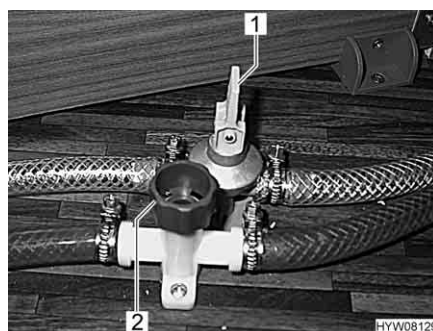

Fig. 75 Rubinetti di scarico
- Chiudere tutti i rubinetti di scarico per il boiler. Posizionare la leva a bilanciere (Fig. 75,1) orizzontalmente o ruotare il tappo (Fig. 75,2) in senso orario.
- Aprire tutti i rubinetti di scarico per il boiler. Posizionare la leva a bilanciere (Fig. 75,1) verticalmente o ruotare il tappo (Fig. 75,2) in senso antiorario.